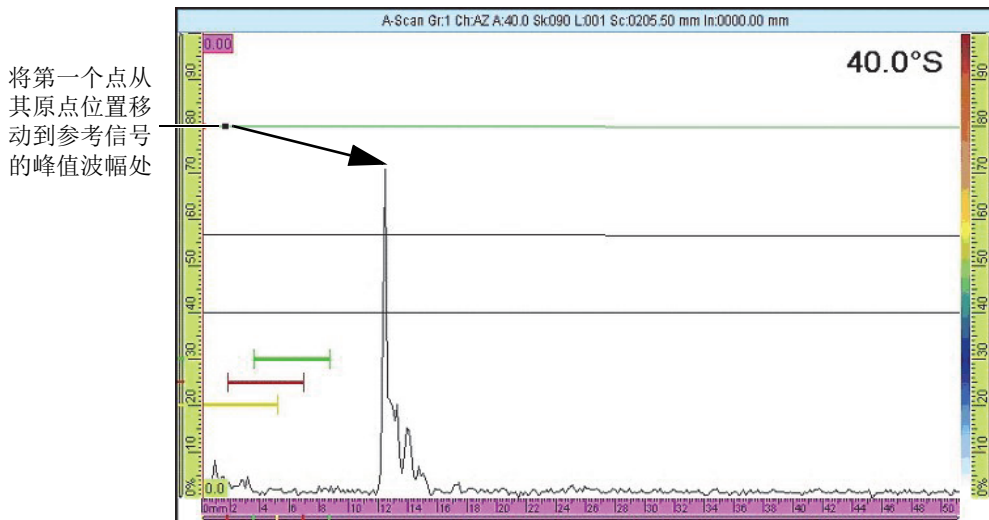

图 6-6 DAC 曲线上的第一个点
3. 定位探头，以得到与将被添加到 DAC 曲线上的第一个点对应的参考反射体的最大信号波幅（参见第 165 页的图 6-6）。